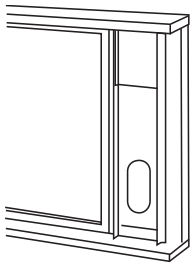

fig.14
1. Snij het schuim afdichting (soort lijm) op de juiste lengte en bevestig deze aan de bovenkant van het venster. Getoond als in Fig.14.